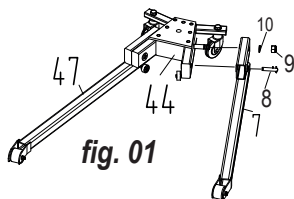

fig. 01
- Reportez-vous à la figure 01 : Fixez le pied gauche n° 7 à la base n° 44 au moyen de la goupille de montage. Engagez la vis avec la rondelle n° 10 dans l'écrou n° 9. Introduisez la goupille n° 8 à travers les pièces n° 7 et n° 44 jusqu'à ce qu'un déclic se fasse entendre. Procédez pareillement pour le pied droit n° 47.